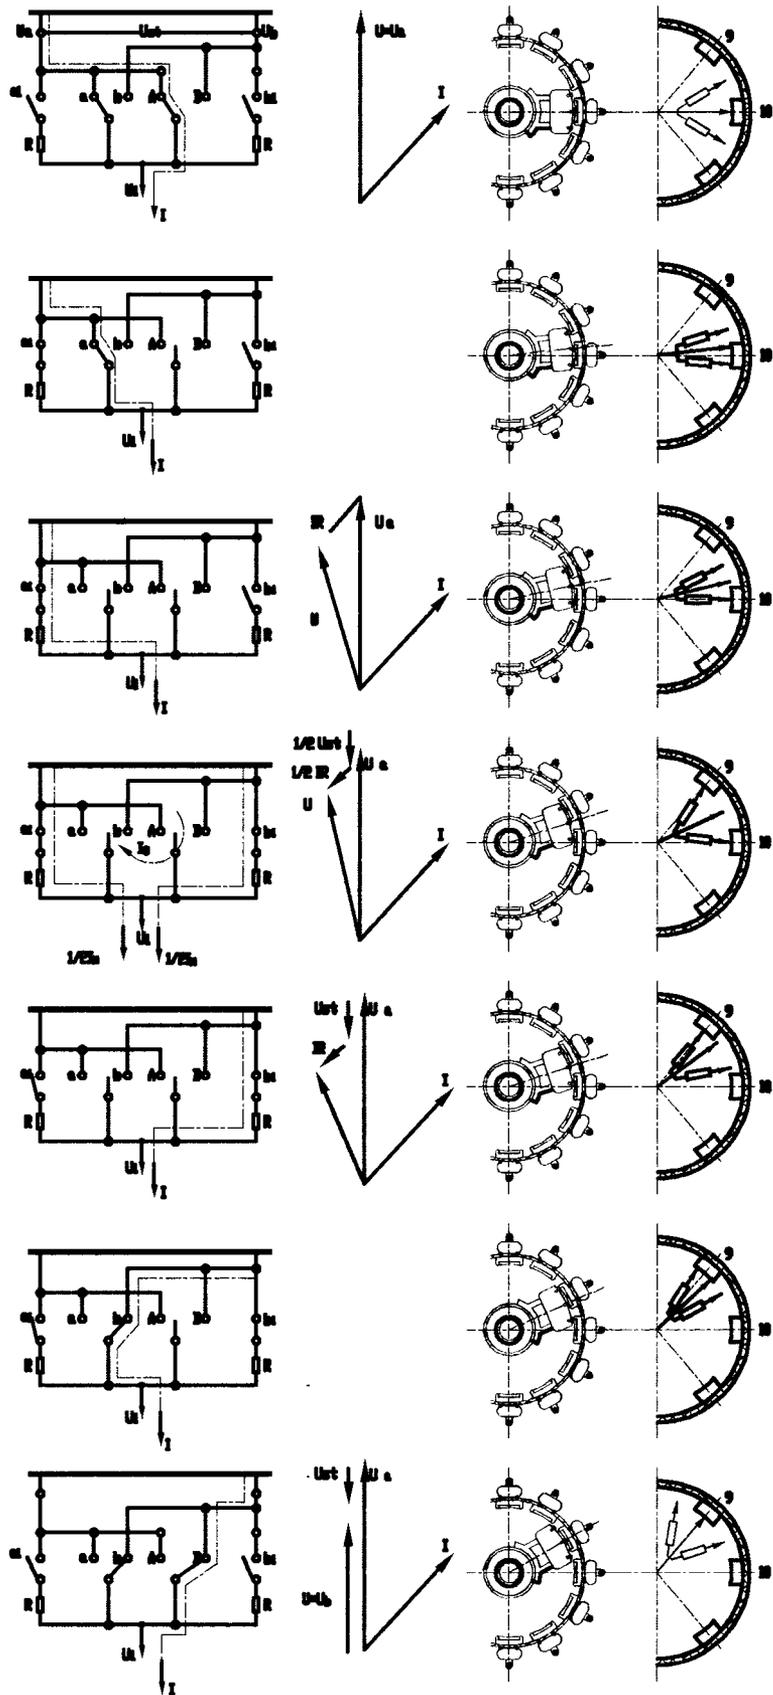

Fig. 9
6.4 Séquence de commutation des contacts et changement de la tension de sortie (fig.9).